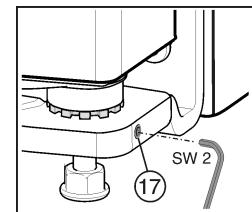

Fig. 29
- ▶ Dévisser un peu la vis sans tête Fig. 29 (17) (maximum un tour !).
- ▶ Resserrer la tige filetée Fig. 29 (17) pour fixer le pivot.